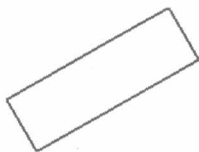

图1-28
1. 利用【Create】/【Create Rectangular Shapes】变形矩形命令，绘制旋转“30°”的矩形，如图 1-28 所示。